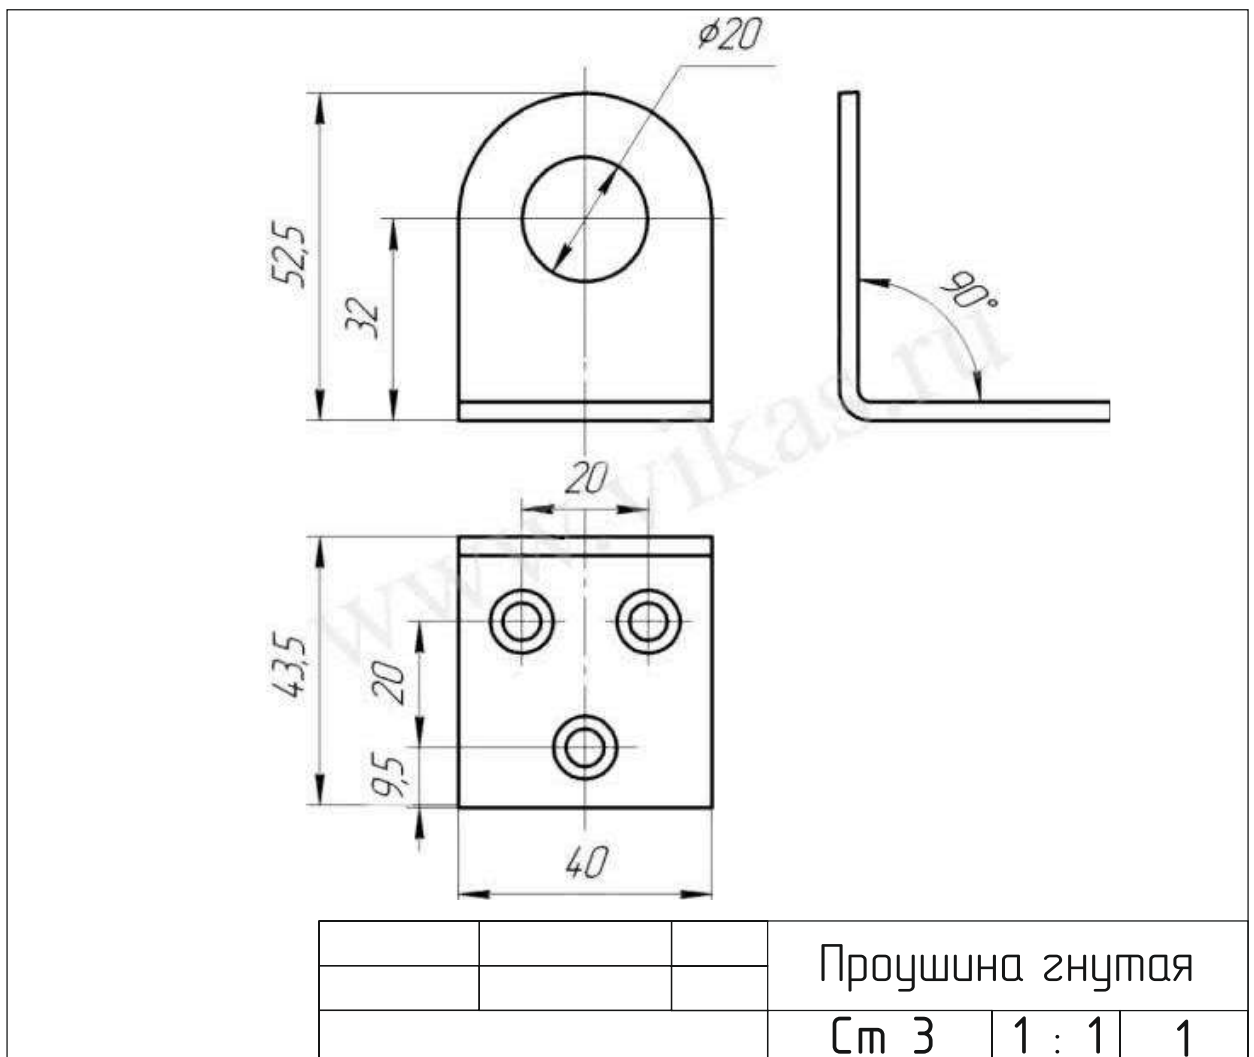

Рис. 1. Чертеж Проушина гнутая
2. По чертежу изготовить Проушина гнутая (рис. 1).